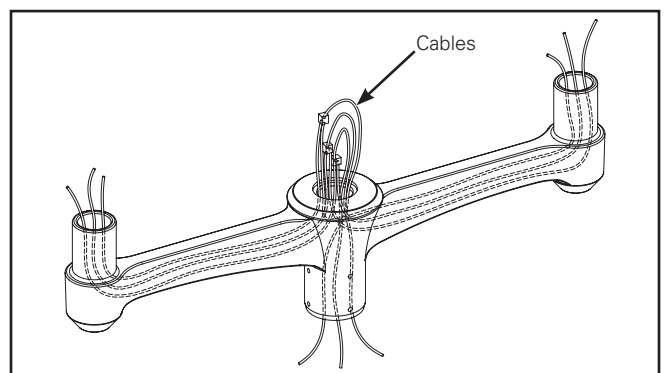

Figura 2.
3. Tire de todos los cables desde el poste y ambas alas del brazo hacia afuera del agujero. (Figura 2.)